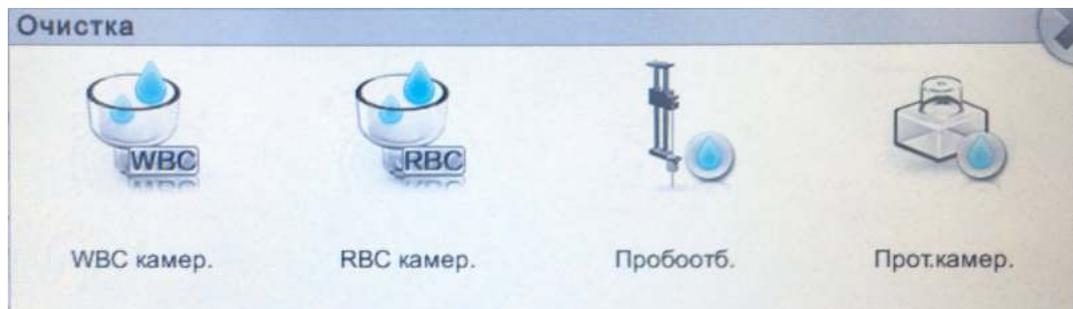

Рис. 6-50 Меню промывки
2. Нажмите **Очистка** в подменю **Обслуживание**, при этом на экране появится меню, показанное на Рис. 6-50: